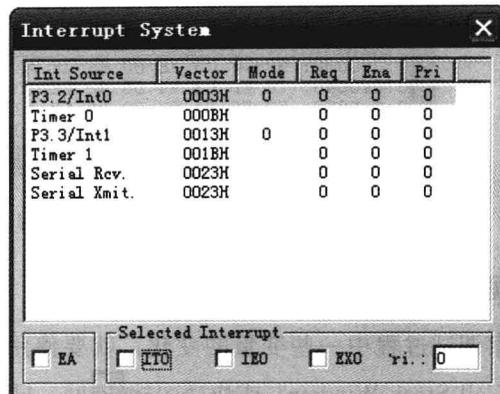

图 1-16 中断系统对话框
(1) Interrupt：用于显示或控制 51 系列单片机中断系统的状态，如图 1-16 所示。